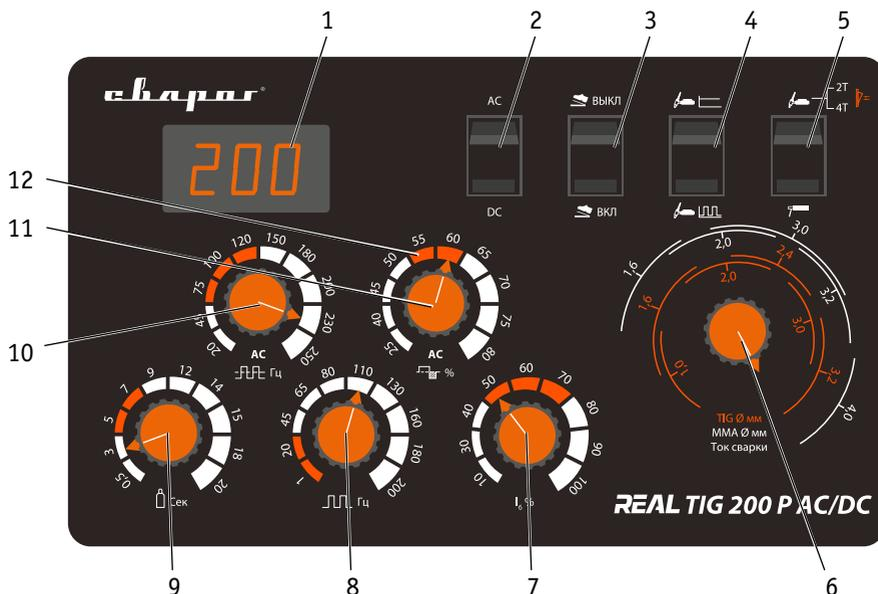

Рис. 7.1. Передняя панель.
9. Выберите кнопкой режим TIG сварки (п. 5, рис. 7.1).